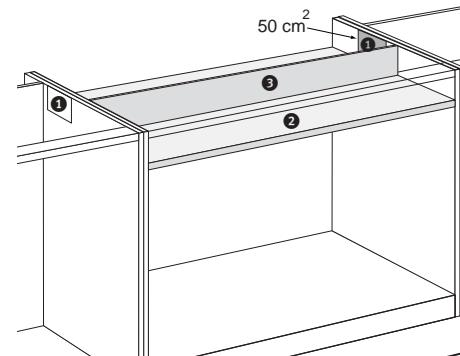

Abb. 10
- ❶ Sägen Sie die Belüftungsöffnung(en) aus, so dass die Gesamtfläche der Öffnungen minimal  $100 \text{ cm}^2$  beträgt. Siehe hierzu z.B. Abbildung 10 mit 2 Öffnungen von je  $50 \text{ cm}^2$ .
- ❷ Zwischen dem Backofen und dem Kochfeld ist eine Schirmplatte vorzusehen. Sie muss mindestens 10 mm hoch und hitzebeständig sein ( $85^{\circ}\text{C}$ ). Der Abstand zwischen der Unterseite des Kochfeldes und der Abschirmplatte muss mindestens 50 mm betragen.
- ❸ Sorgen Sie zur Abschirmung des Luftstroms für eine Abschirmblende zwischen der Abschirmplatte und dem Kochfeld aus dem gleichen Material wie die Abschirmplatte. Belüftung erfolgt über die daneben befindlichen Schränke.